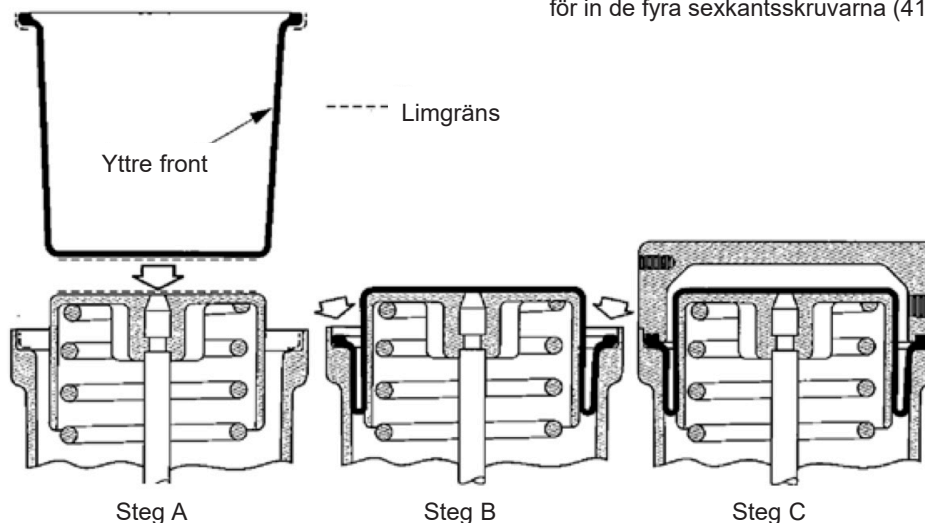

Bild 7 - Metod 2
- K-2. Spänn fast membranvulstens (40) mellan membranhusets (42) och fjäderhusets egg (bild 7-metod 2, steg C).